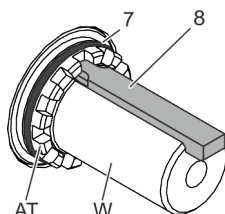

Fig. 10 : Lobes avec taraudages
1. ➤ Démontez au moins un embout amovible (6) selon *❧ »Démontage et remplacement des embouts amovibles MIP®« à la page 150.*
4. ➤ Desserrez les vis à six pans creux (1) avec une clé appropriée puis retirez-les.
5. ➤ Retirez le joint (2).
6. ➤ Retirez la rondelle de protection d'arbre (3) et le joint torique (4) à l'aide d'un crochet approprié ou de deux tournevis plats.
7. ➤ En cas de lobes avec taraudages (voir Fig. 10) vissez trois vis avec rondelles (S) à travers les alésages traversants extérieurs de l'extracteur supplémentaire [Z...] dans les taraudages.